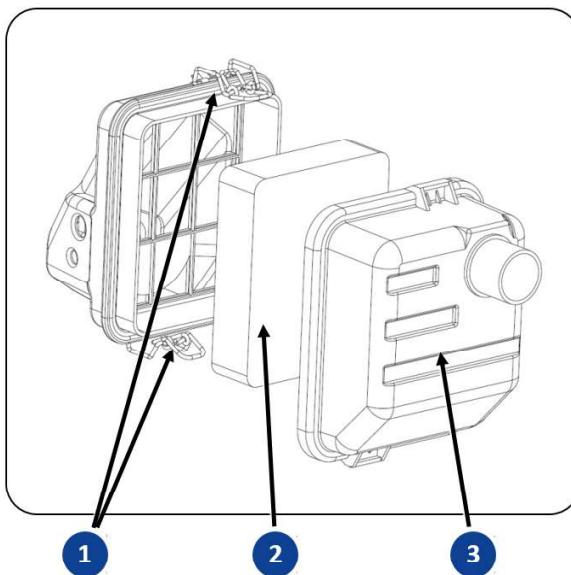

Fig. 9-6 Ta bort luftfilterelementet
2. Öppna de två monteringsfästena Fig. 9-6 -1 och dra åt luftfilterlocket Fig. 9-6 -3.
3. Ta bort luftfilterelementet Fig. 9-6 -2 och bestäm efter bedömning: